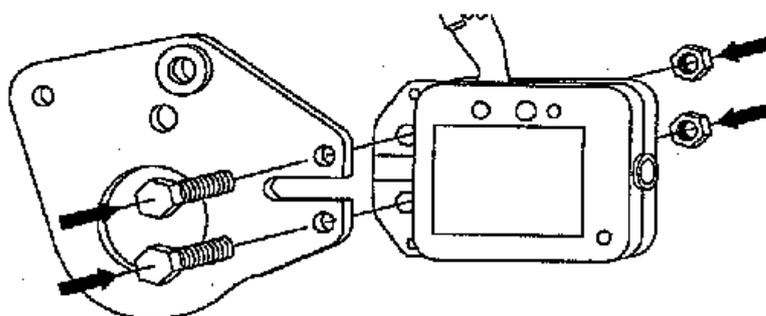
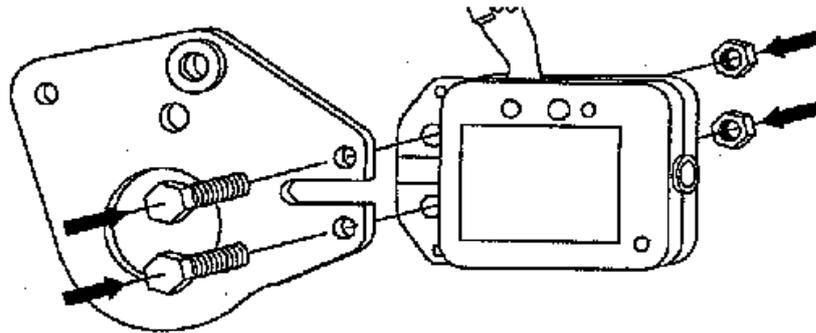

Fig. 2-49 Instalación del Soporte del Seguricable
Fig. 2-56 Instalación del Soporte del Segurable
- *Introducir por un lado los dos tornillos M12x25 según la Fig. 2-49.*
- Introducir por un lado los dos tornillos M12x25 según la Fig. 2-49 Fig. 2-56.